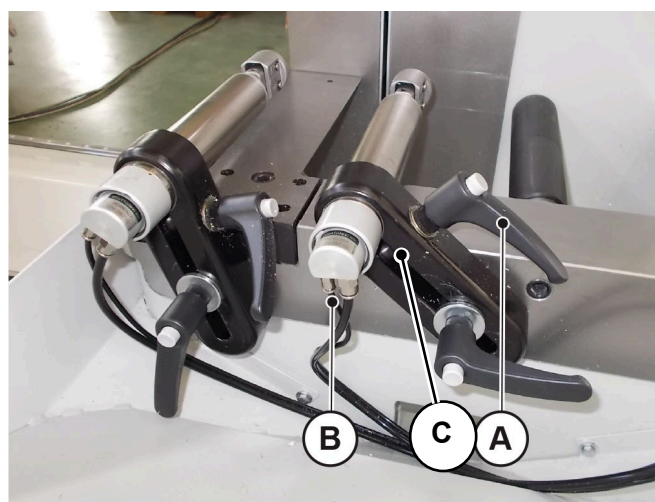

Fig. 09-12
3. Afrouxe a alça ajustável “A” (Fig. 09-12) e extraia o cilindro.
4. Desconecte as tubulações de ar “B” (Fig. 09-12).